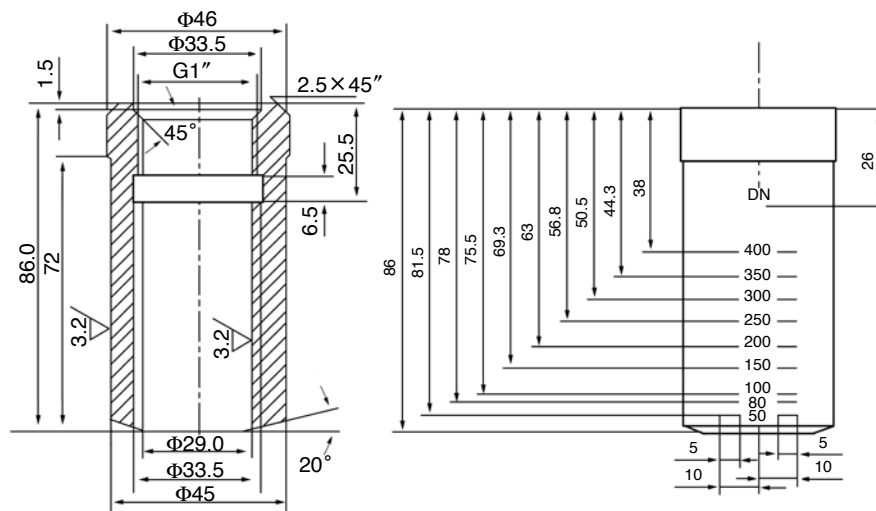

图1
- $50\text{mm} \leq \text{管径} \leq 400\text{mm}$ 时，参照图1进行焊接安装。